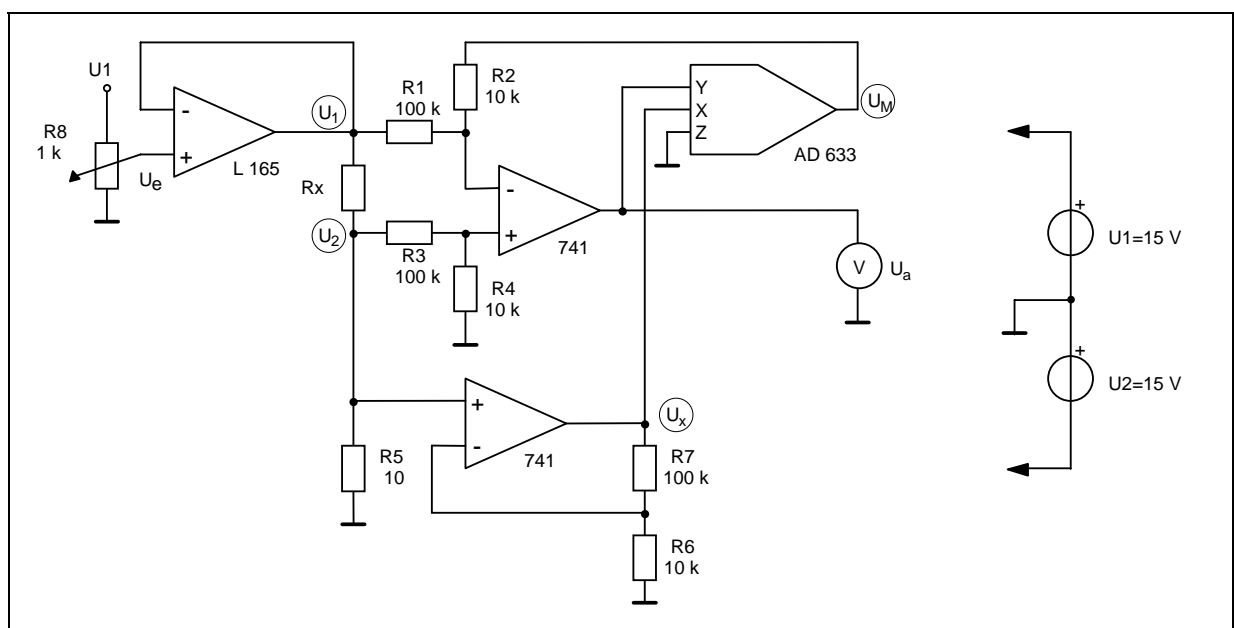

Bild 2: Meßschaltung zur Widerstandsbestimmung
2.4. Erläutern Sie kurz die Funktion der Schaltung zur Bestimmung eines unbekannten Widerstandes nach Bild 2. Nutzen Sie zum Verständnis das Datenblatt des Schaltkreises AD 633.
Bauen Sie die Meßschaltung zur Bestimmung von Widerständen entsprechend Bild 2 auf.